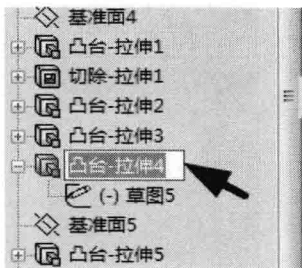

图 1-18 连续单击修改名称
(4) 连续两次单击一个特征项目, 可对该项目修改名称, 如图 1-18 所示。